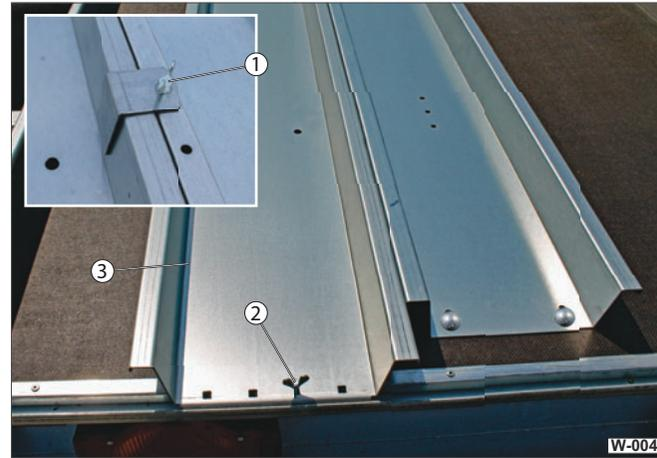

Abb. 4 Auffahrschiene kontrollieren
- ▶ Kontrollieren Sie regelmäßig (min. halbjährlich) den Zustand der Auffahrschiene (Abb. 4/3) auf Risse, Verformung.
- ▶ Prüfen Sie, dass der Klemmwinkel mit Flügelschraube (Abb. 4/1) nicht deformiert sind.
- ▶ Prüfen Sie, dass die heckseitige Flügelschraube (Abb. 4/2) sich eindrehen lässt und die Auffahrschiene sicher gehalten wird.